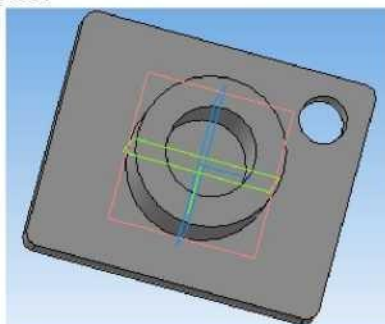

Рис. 7
16. Примените операцию **Вырезать выдавливанием** . Задайте необходимое расстояние выдавливания - **20 мм**. При необходимости, изменить направление выдавливания . (рис. 7)